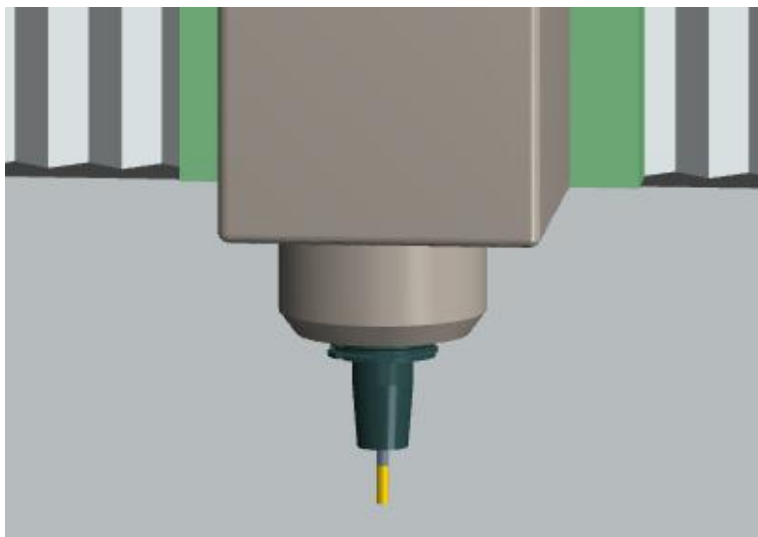

图 2 正确安装刀具体（示例）
(6) 在 CMVM 软件中，选手完成刀柄的新建，导入自行设计的刀柄实体，实现立铣刀刀具和刀柄的组装，并正确安装在机床的主轴上，示意图如图 2 所示。